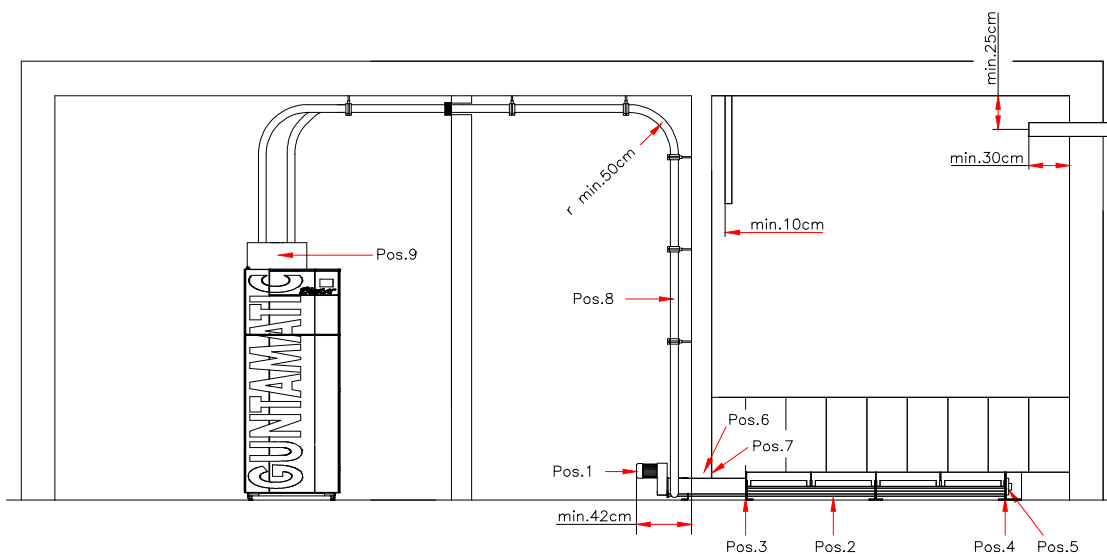

Fig: 2
1. Introduisez l'unité d'entraînement (1) fig. 2 de la vis d'extraction par l'ouverture du mur du local de stockage.
2. En fonction de la longueur de vis, assemblez les rallonges de vis sans fin y compris les auges (2) Fig. 2 depuis le fond du local de stockage vers l'unité d'entraînement (1) Fig. 2. Assemblez les rallonges de vis de manière à ce que les hélices soient contiguës. Ensuite, vissez fermement ensemble les auges par les brides à l'aide des vis M 8 x 30 (3) Fig. 2 et des rondelles frein. Veillez à ce que les auges soient vissées ensemble sans ressauts intérieurs. Visser le couvercle de fond avec palier d'entraînement (4) Fig. 2 sur la bride à l'extrémité de la vis d'extraction.
5. Disposez la vis sans fin de manière à ce qu'au moins 42 cm de l'unité d'entraînement (voir Fig. 2) dépassent du mur du local de stockage.
7. Remplissez l'ouverture du mur (6) Fig. 2 avec de la laine de roche. Fermez l'ouverture avec les tôles de recouvrement (7) Fig. 2 à l'intérieur et à l'extérieur.
1. Raccordez les tuyaux d'aspiration (8) Fig. 2 de l'extracteur du réservoir tampon (9) vers un des manchons de la vis d'extraction. Posez le tuyau d'aspiration du réservoir à la vis avec des rayons de courbure aussi grand que possible.